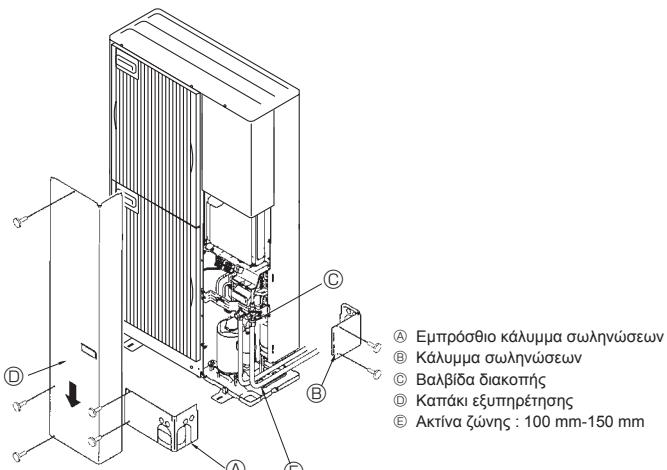

Fig. 4-4
4.3. Σωληνώσεις ψυκτικού υγρού (Fig. 4-4)
⑤ Χρησιμοποιήστε στεγανωτικό μικρό για να σφραγίσετε τα άκρα της θερμομόνωσης ύγρων από τα σημεία σύνδεσης των σωληνών ώστε να μην είναι δυνατή η εισώρωση νερού στη θερμομόνωση.
4.4. Μέθοδος ελέγχου αεροστεγανότητας του σωληνώσεων ψυκτικού (Fig. 4-4)